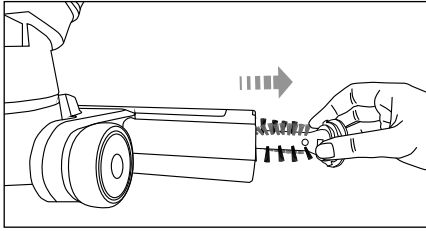

Bild 8
- 3) Dra ut rullborsten 18 ur golvmunstycket 16 (bild 8).